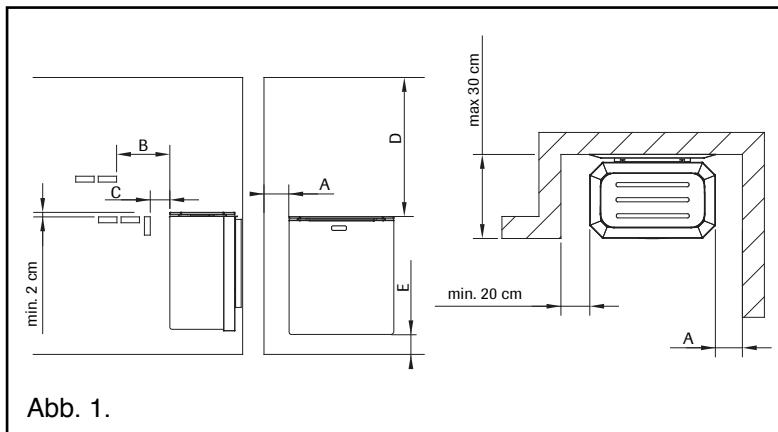

Abb. 1.
**) Siehe Abb. 1
- Die NARVI NC-Saunaöfen mit 6,0 kW können auch in einer Wandvertiefung angebracht werden, wobei allerdings die Sicherheitsabstände entsprechend Abbildung 1 eingehalten werden müssen.